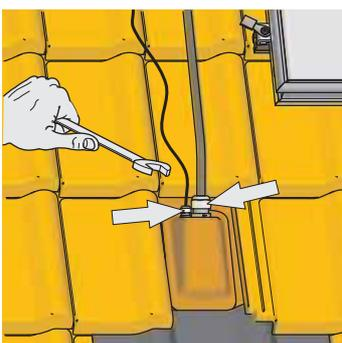

Figure 3-34 Etape 10
10. Bloquez les raccords à vis M des conduites de raccordement (exemple Figure 3-34).